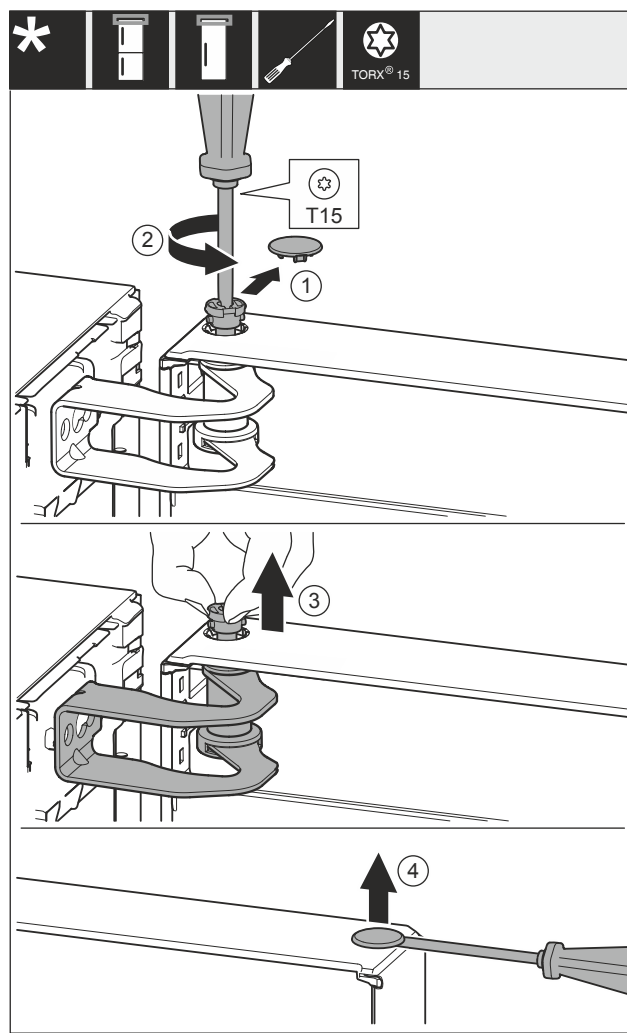

Fig. 27
- Oprezno skinite poklopac Fig. 27 (1).
- Odvijačem malo odvrnite svornjak Fig. 27 (2).
- Izvucite svornjak Fig. 27 (3) prstima.
- Odvijačem oprezno podignite poklopac Fig. 27 (4) i izvadite ga.